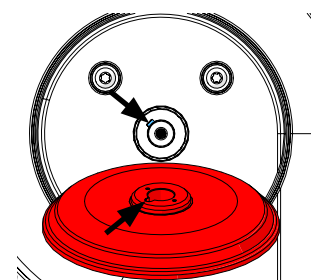

Fig. 15
- Sæt en ny bæreflange på >>> **Vær opmærksom på medbringernoten (fig. 15).**